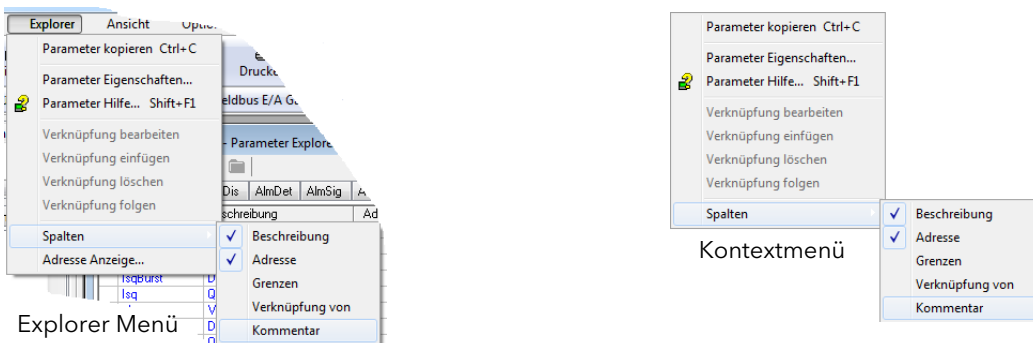

Abbildung 8.128: Spalten anzeigen/verbergen
In der Abbildung sehen Sie das Standardlayout der Tabelle. Über den Eintrag „Spalten“ im Explorer oder die Kontextmenüs (Abbildung 8.128) können Sie Spalten anzeigen lassen oder entfernen.
2. Spalten. Das Standardfenster des Explorers (Abbildung 8.129) enthält die Spalten „Name“, „Beschreibung“, „Adresse“, „Wert“ und „Verknüpfung von“. Wie Sie in Abbildung 8.128 sehen, können Sie die anzuzeigenden Spalten über das „Explorer“ Menü oder das Kontextmenü auswählen. Für das obige Beispiel wurden die „Grenzen“ aktiviert.
Hier können Sie eine Reihe von Spalten der Parametertabelle aktivieren/deaktivieren (Abbildung 8.128).